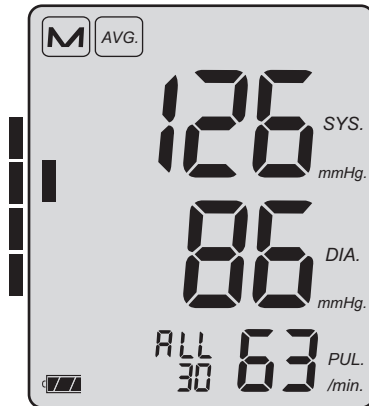

Figura 8
- ➡ Cada 30 mediciones registradas puede consultar el valor medio de su tensión arterial pulsando brevemente la tecla **M con el aparato apagado**. Se mostrará la media de todos los valores guardados (ALL). Pulsando de nuevo la tecla M se mostrará el valor medio de todas las mediciones realizadas entre las 0:00 y las 11:59 horas (AM) y posteriormente el valor medio de todas las realizadas entre las 12:00 y las 23:59 horas (PM). Junto a la indicación ALL/AM/PM se mostrará el número de mediciones a que corresponde la media (véase la figura 8).
Al mostrar los valores medios, en el borde izquierdo de la pantalla aparecerá un rectángulo oscuro (véase la figura 8) de altura proporcional al valor medio de la tensión arterial. Si utiliza la escala de clasificación adjunta (véase figura 9), podrá determinar el área en la que se encuentra su tensión arterial según los criterios de la OMS (véase página 177).